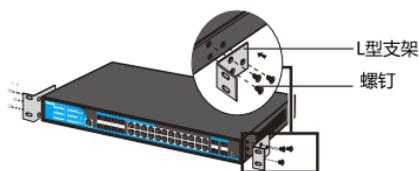

图1.1.1 交换机安装示意图
- 2.将配件中的两个L型支架分别安装在交换机面板的两侧，并用配件中提供的螺钉固定，如图1.1.1所示。